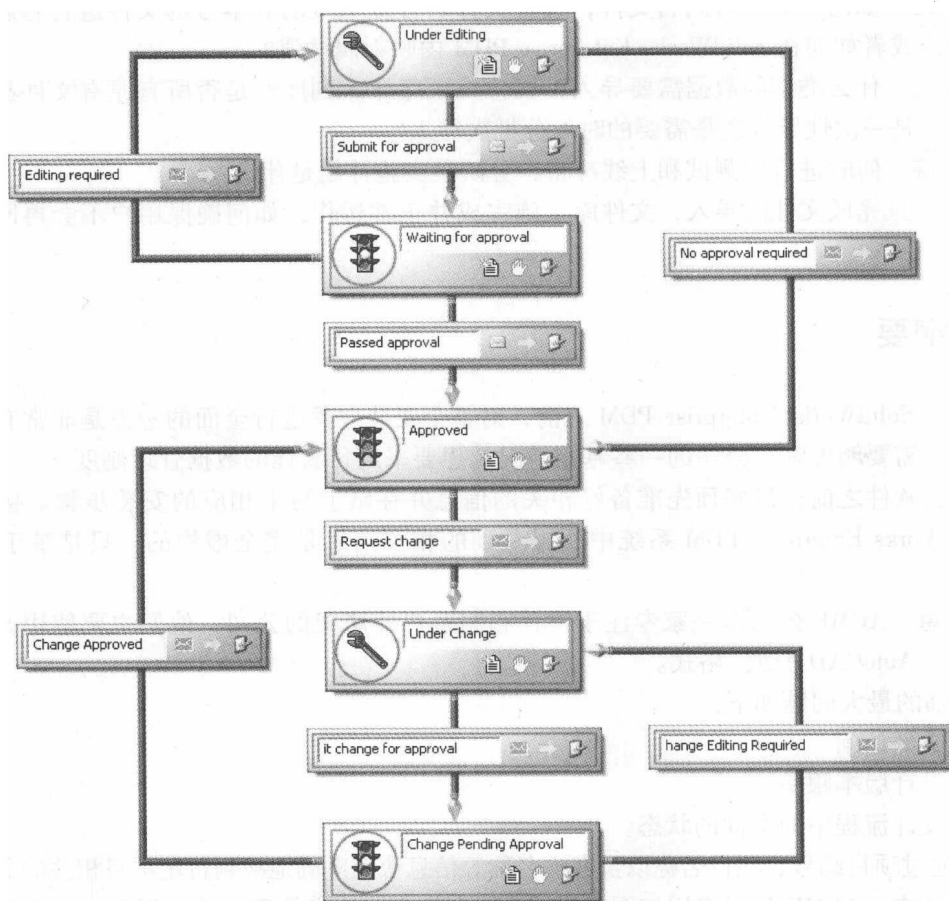

图 1-2 CAD 文件审批流程
(1) CAD 文件审批流程(CAD Files): ACME 公司对 CAD 文件采用一种字母、数字相结合的修订版本号。如图 1-2 所示，当文件被批准并发布(如 Approved 状态)时，递增字母部分；而当文件由于修改导致版本变更(如 Waiting for Approval 和 Change Pending Approval 状态)时，递增数字部分。